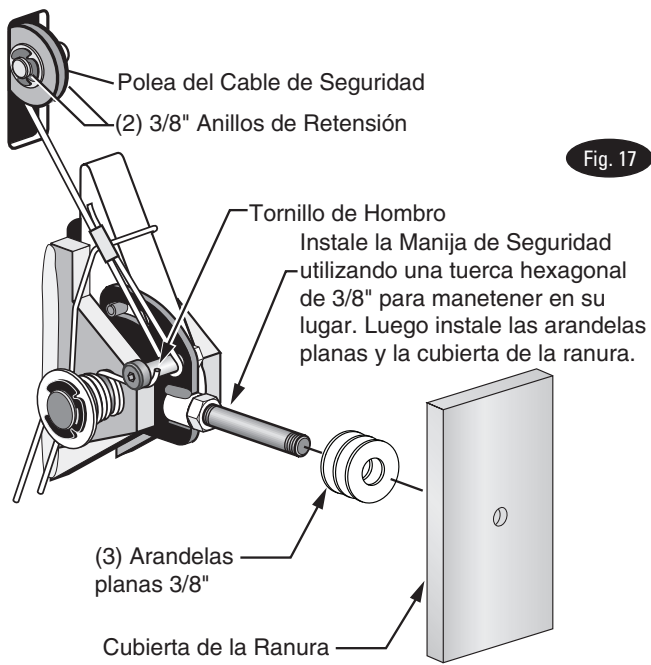
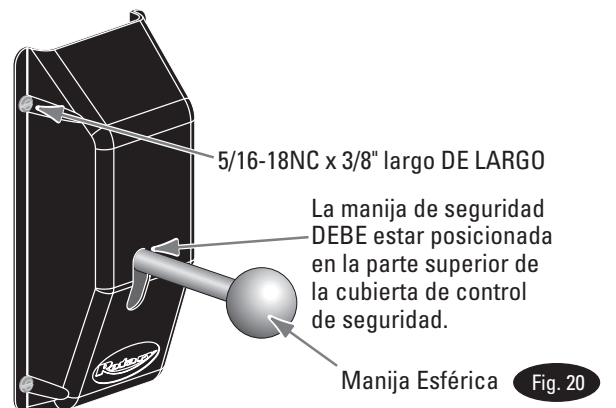

Fig. 17
Fig. 20
- A) Instale la polea del cable del cierre y los anillos de retención en la ranura superior de la columna de la unidad de alimentación como se muestra en la Fig. 17.
- B) Deslice el lazo final del cable por el extremo del tornillo del escalón del lado derecho de la placa de control de cierre, Fig. 17.
- C) Introduzca el otro extremo del cable del cierre a través de la ranura de la polea del cable del cierre asegurándose de que el cable pase por debajo del lado inferior de la polea y por dentro de la columna derecha, Fig. 17.
- J) En este punto DEBE instalar la manija de cierre, la tuerca de fijación y la cubierta del cierre de la columna derecha, Fig. 17 y Fig. 20. Instale la bola de la manija de cierre, Fig. 20.